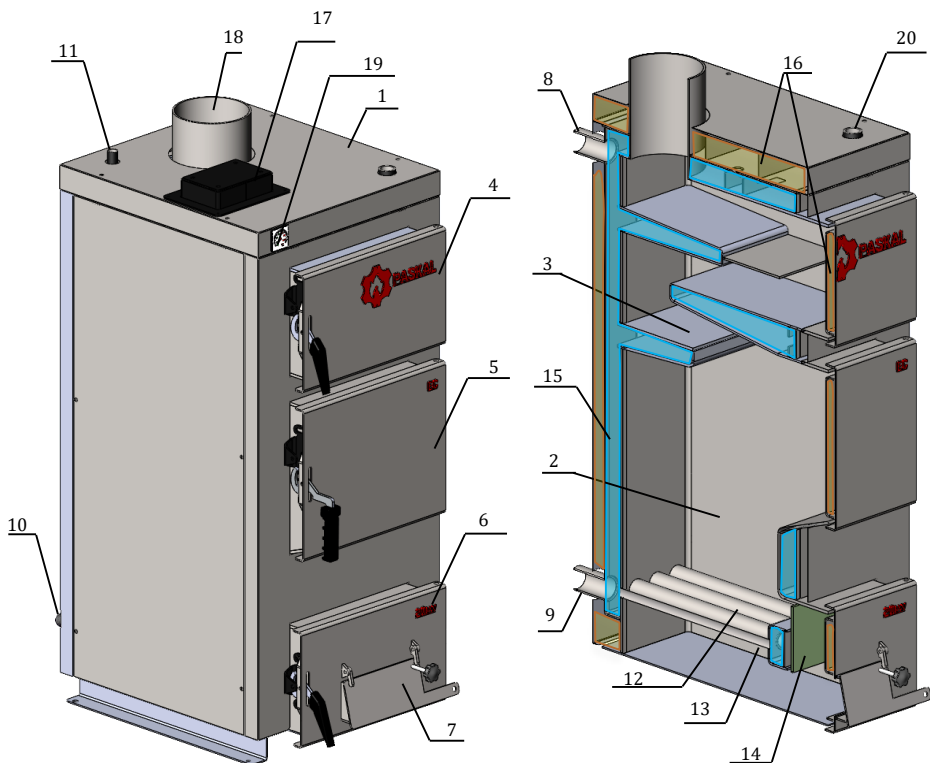

Рисунок 2 – Зовнішній вигляд та основні елементи котла ЕС (ECO)
Конструктивно котел являє собою збірно-зварену конструкцію, що складається з корпусу (поз. 1, рис. 2) з камерою згоряння (топкою) (поз. 2, рис. 2). Конвекційна частина котла складається з трьохходового теплообмінника (поз. 3, рис. 2), який розташований безпосередньо над топкою.
Корпус котла виконаний в формі паралелепіпеду з подвійними стінками, які розділені водними перегородками (поз. 15, рис. 2). На зовнішній поверхні корпусу під декоративною обшивкою та всередині двірчат закріплена теплова ізоляція. (поз. 16, рис. 2). Теплоізоляція в дверцятах виконана з керамоволокна, що використовується при футеруванні промислових термічних печей та має дуже низький показник теплопровідності.
Паливо для процесу спалення завантажується на колосникові ґрати (поз. 12, рис. 2) крізь завантажувальні дверцята (поз. 5, рис. 2). Згоряння палива в топці відбувається за участю повітря, яке постачається крізь вікно клапана подачі повітря (поз. 7, рис. 2), що закривається кришкою, під колосникові ґрати. Кількість повітря, необхідного для процесу згоряння, регулюється за допомогою механічного регулятора (не входить в комплект поставки). Також можливо під'єднання вентилятора до фланця (поз. 17, рис. 2). У такому випадку подача повітря для горіння буде відбуватись через внутрішні канали до повітряних форсунок, розташованих під колосниками (поз. 13, рис. 2)
Підведення і відведення теплоносія здійснюється відповідно через патрубки зворотної мережної води (поз. 9, рис. 2) і прямої мережної води (поз. 8, рис. 2).
Топочні гази виходять у димохід крізь боров (поз. 18, рис. 2), розташований у верхній частині котла.
У верхній частині корпусу котла розташований штуцер для встановлення запобіжного клапана котла (поз. 11, рис. 2). Запобіжний клапан не входить у комплект поставки.
Ревізійний дверцята (поз. 6, рис. 2), що розташовані на передній стінці котла, необхідні для періодичного чищення колосникових ґрат, а також для можливості спорожнення підколосникової зони.
Для можливості періодичного обслуговування (чищення) теплообмінника передбачені дверцята поз. 4 (рис. 2).
Приєднання котла до опалювальної системи необхідно здійснювати за допомогою фланців. Трубопровід прямої мережної води потрібно приєднати до патрубку прямої мережної води (поз. 8, рис. 2). Трубопровід зворотної мережної води потрібно приєднати до патрубку зворотної мережної води (поз. 9, рис. 2).
8.6.1 Провести завантажування палива в топку котла. Для цього відкрити завантажувальні дверцята (поз. 5, рис. 2) та укласти на колосникові грати (поз. 12, рис. 2) шар палива до меж нижньої кромки завантажувальних дверцят. На укладений шар палива розмістити розпалювальний матеріал: папір, тріски, дрова (у переліченій послідовності).
Для забезпечення герметичності дверцят поз. 4-7 (рис. 2) необхідно кожні два тижні змащувати ущільнюючі шнури дверцят графітним мастилом.
Перед повторним завантаження палива необхідно відкрити ревізійні дверцята поз. 6 (рис. 2), відкрити відбивач поз 16 (рис.2), та провести чистку колосникових граг за допомогою скребка. Закрити відбивач та дверцята поз. 6 (рис. 2). Потім відкрити завантажувальні дверцята та завантажити необхідну кількість палива. Повторити процедуру розпалювання (див. п. 8.6).